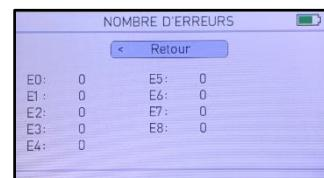

Figure 49. NOMBRE D'ERREURS
2. Appuyer sur . Le NOMBRE D'ERREURS s'affichent (Voir figure 49)